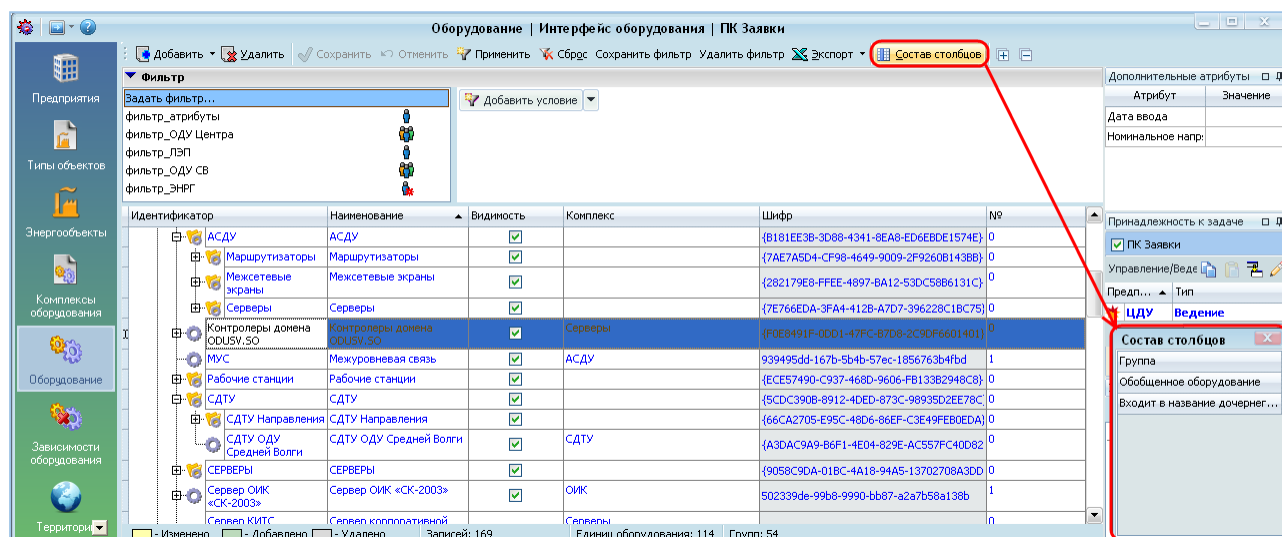

Рисунок 15.5 – Вызов настройки состава столбцов через главное меню
- на панели инструментов нажать на кнопку [ *Состав столбцов*] (Рисунок 15.5);